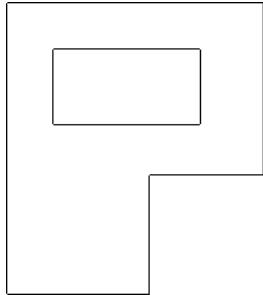

图 5-52 图案填充实例
- ① 在“文件”工具栏中单击“打开文件”按钮 ，打开光盘中“第 05 章\原始图形\5.1.6 图案填充实例.MCX-7”，如图 5-52 所示。
- ② 在主菜单中选择“绘图” | “尺寸标注” | “剖面线”命令，或直接单击“尺寸标注”工具栏中的“快速标注”按钮 右边三角下拉按钮，在弹出的下级菜单中单击“剖面线”选项。